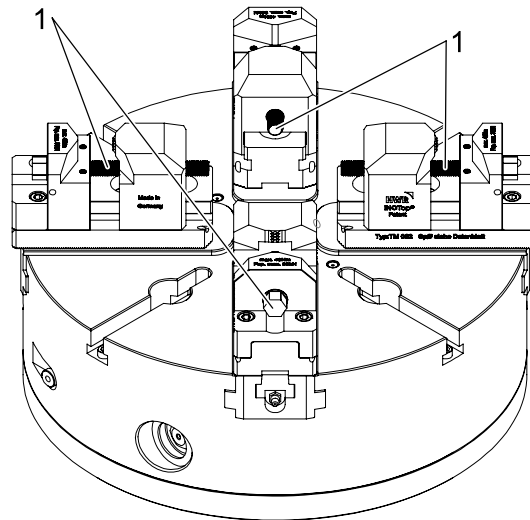

Abb. 4-1: Serraggio del pezzo
Passo 1 Aprire l'unità di serraggio girando i mandrini (1, vedi Fig. 4-1).
Passo 4 Serrare il pezzo con una chiave dinamometrica serrando in modo uniforme i mandrini (1, vedi Fig 4-1).